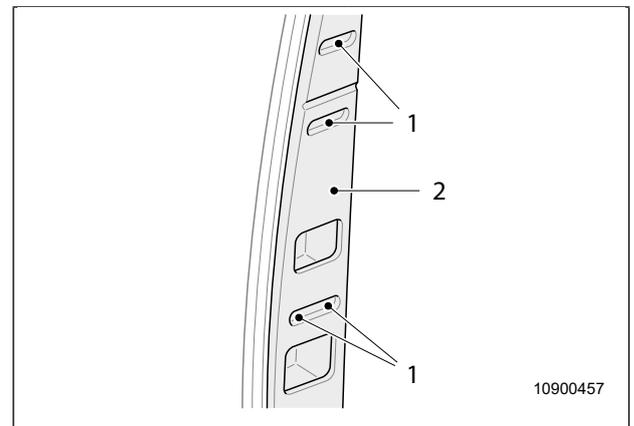

Abb. 63 Verkleidung
3. Abdeckkappen (Abb. 63, Pos. 1) an der Verkleidung (Abb. 63, Pos. 2) entfernen.
4. Befestigungsschrauben der Verkleidung (Abb. 63, Pos. 2) mit dem Schraubendreher aus dem Bordwerkzeug herausdrehen.
5. Verkleidung (Abb. 63, Pos. 2) vorsichtig abnehmen.